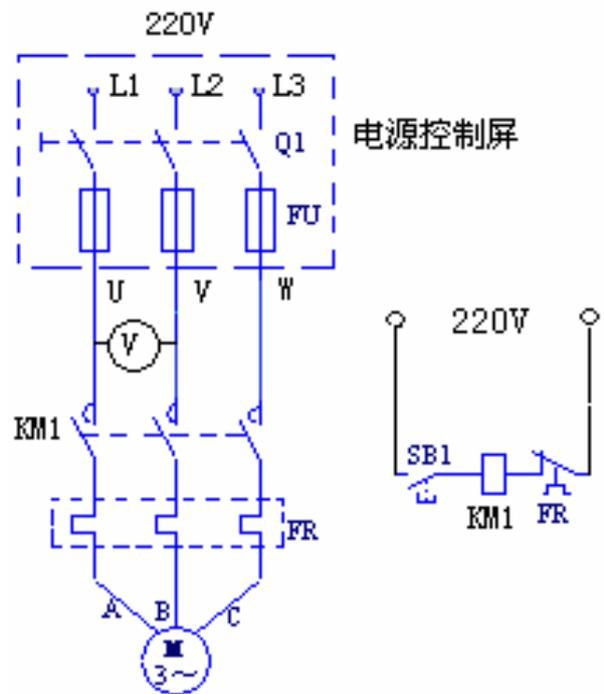
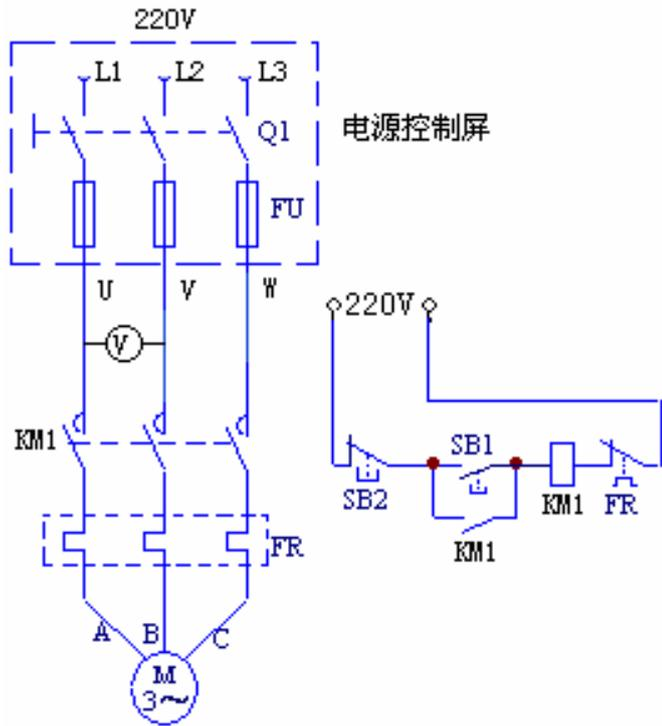

图2-1 点动控制实验图
图2-2 自锁控制实验图
按图2-1点动控制线路进行安装接线，接线时先接主电路，即从三相交流电源的输出端 U、
按图2-2所示自锁线路进行接线，它与图2-1的不同点在于控制电路中多串联一只常闭按钮SB2，同时在SB1上并联一只接触器KM1的常开触头，它起自锁作用。
5. 图 2-2 电路能否对电动机实现过流、短路、欠压和失压保护？
6. 画出图 2-1、2-2、2-3 的工作原理流程图。